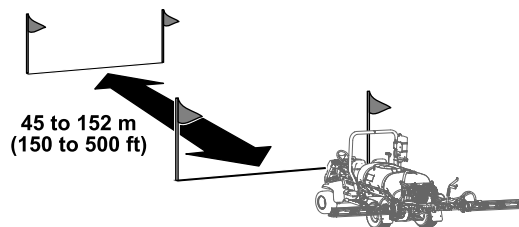

Figura 63
5. Assinale a linha de partida numa área de teste no relvado (Figura 63).
3. Prima o botão 2 no InfoCenter e conduza até à linha de chegada (Figura 66 e Figura 63).